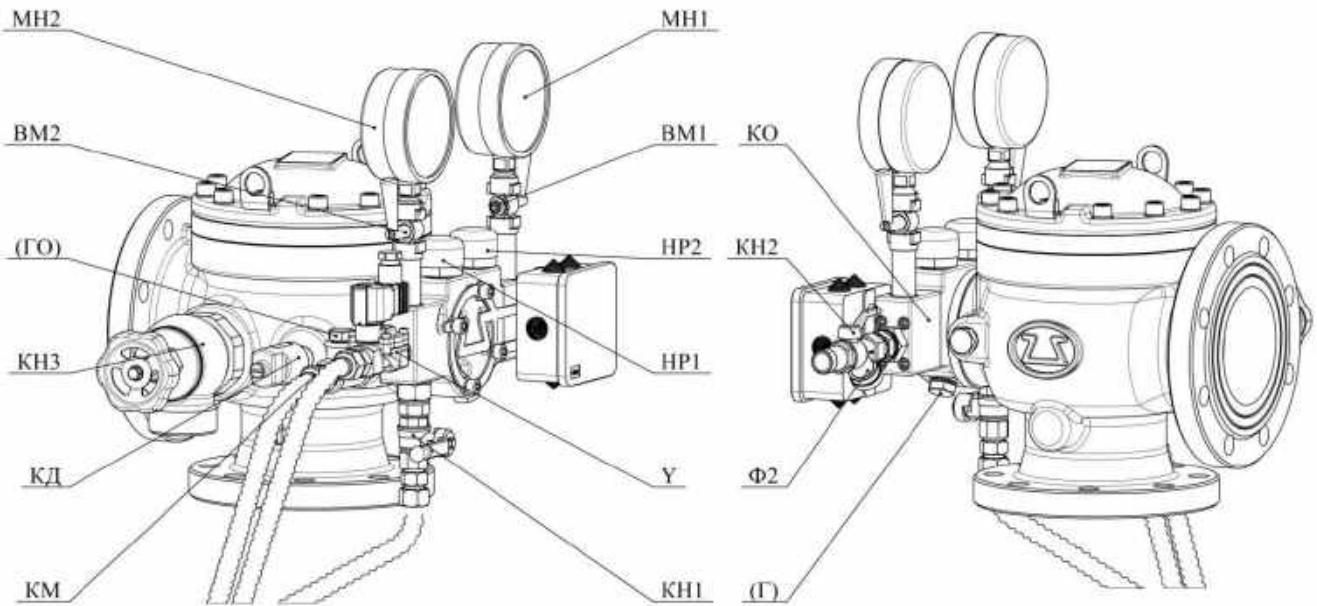

Рисунок 3 - Узел управления дренчерный с комбинированным приводом
7.3 Установку УУ в дежурный режим выполнять в следующей последовательности (рисунок 3):
- провести проверку работы кранов КН1, КН2, КН3, клапана электромагнитного У (рисунок 3) на герметичность прокладок и уплотнений, при необходимости, заменить;
- провести разборку фильтра Ф2 (рисунок 3), почистить сетку, собрать фильтр;
- демонтировать клапан электромагнитный У (рисунок 3) почистить фильтрующий элемент, установить клапан электромагнитный на место, резьбовые соединения уплотнить;